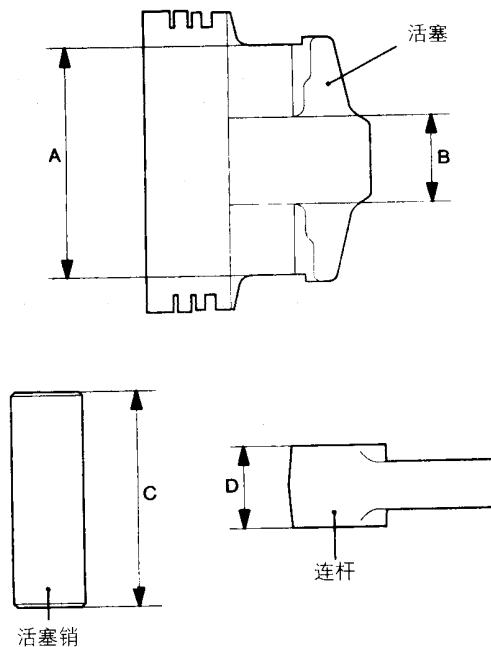

图 2-89 活塞、活塞销和连杆的尺寸
(1) 安装活塞销时，如图 2-89 所示，测量下列活塞、活塞销和连杆的尺寸，把测量值代入下面的式子进行计算。